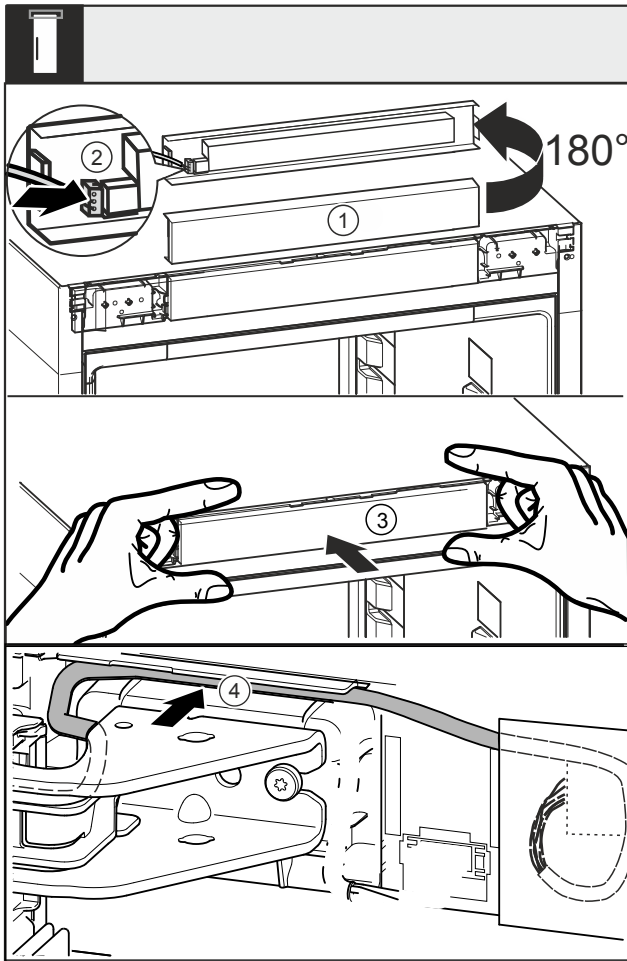

Fig. 47
- ▶ Blende Fig. 47 (1) um 180° nach oben drehen.
- ▶ Stecker Fig. 47 (2) an der Bedienteilblende einrasten.
- ▶ Blende Fig. 47 (3) wieder am Gerät einrasten.
- ▶ Kabel vorsichtig in der Führung Fig. 47 (4) über dem oberen Lagerbock verlegen.